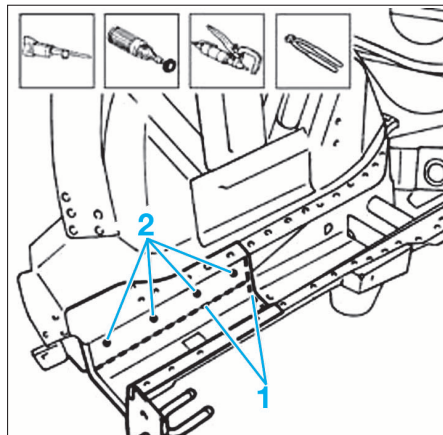

FIG. 34
- Découper et dépointer en zone (1) et (2) (Fig.34).